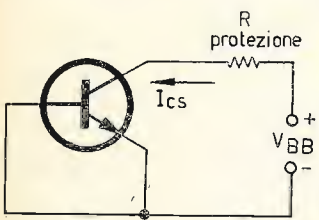

figura 3
- 3) Misura di I_{cs} : per la quale il montaggio realizzato è quello di figura 3.